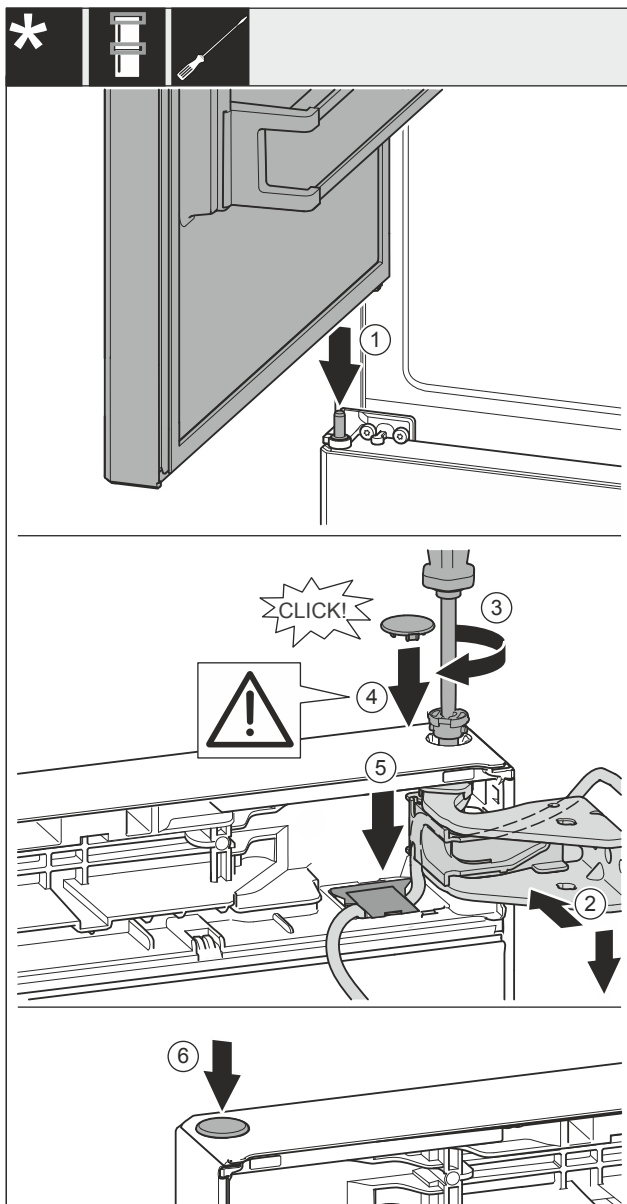

Fig. 38
- ▶ Установите верхнюю дверь на средний опорный палец Fig. 38 (1).
- ▶ Выровняйте дверь сверху по отверстию в опорном кронштейне Fig. 38 (2).
- ▶ Вставьте палец Fig. 38 (3) и затяните отверткой.
- ▶ Установите крышку Fig. 38 (4).
- ▶ Проследите за тем, чтобы крышка Fig. 38 (4) прилегала к дверям.
- ▶ Установите крышку Fig. 38 (5) и прижмите вниз до момента фиксации.
- ▶ Установите крышку Fig. 38 (6).